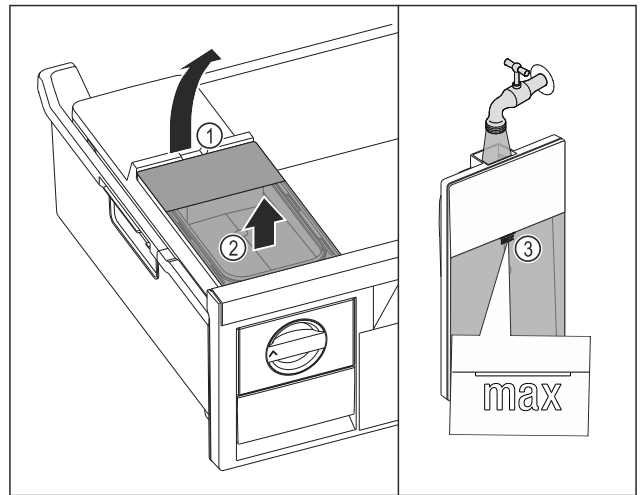

Fig. 100
- Sollevare il serbatoio dell'acqua dalla cavità Fig. 100 (1).
- Rimuovere il serbatoio dell'acqua estraendolo verso l'alto. Fig. 100 (2)
- Riempire il serbatoio dell'acqua con acqua potabile fino al contrassegno Fig. 100 (3).